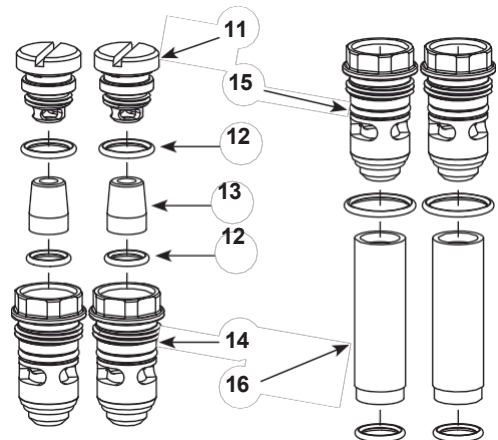

Figura 25 Asamblarea fittingurilor la tuburile de fluidizare
4. A se vedea figura 25. Montați supapele de reținere (13) O-ring-urile (12), dopurile de acces (14) și capacele de montare (11) împreună înainte de a înlocui tuburile de fluidizare (16). Apoi, după ce ați terminat, asamblați dopurile de acces complete (15) și O-ringurile suplimentare pe tuburile de fluidizare (16).